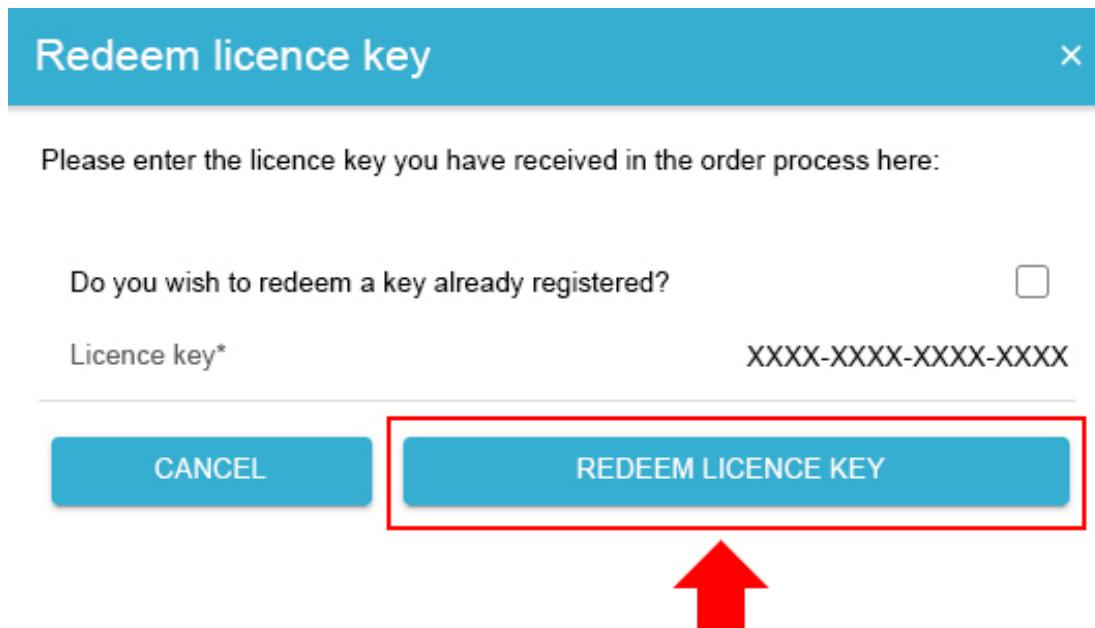

Figure 27. Redeeming a new license key: Step 6
- Figure 27. Redeeming a new license key: Step 6